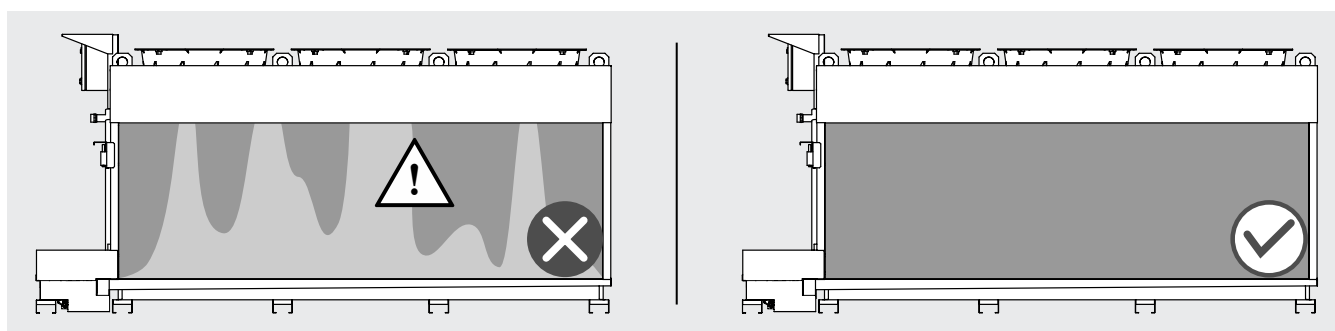

Abbildung 16
- 11.8 Überprüfen Sie bei eingeschaltetem Adiabatsystem die ausreichende Wasserverteilung auf den Platten: eine gleichmäßige dunkle Färbung auf mindestens 90 % der Plattenoberfläche ist akzeptabel. Bitte beachten Sie Punkt 12.28. Siehe Abbildung 16.
- 12.10.1 Führen Sie eine Sichtprüfung des adiabatischen Wasserverteilungssystems an den Platten durch. Eine ungleichmäßige Verteilung des Wassers auf der äußeren Platte (ungleichmäßige Färbung der Platte, siehe Abbildung 16) kann auf eine Verstopfung einer oder mehrerer Schnellanschlusssdüsen zurückgeführt werden. Ein abnormaler Wasserfluss während des Betriebs des adiabatischen Systems kann auf eine oder mehrere beschädigte Düsen zurückgeführt werden. Tauschen Sie diese gegebenenfalls wie folgt aus.